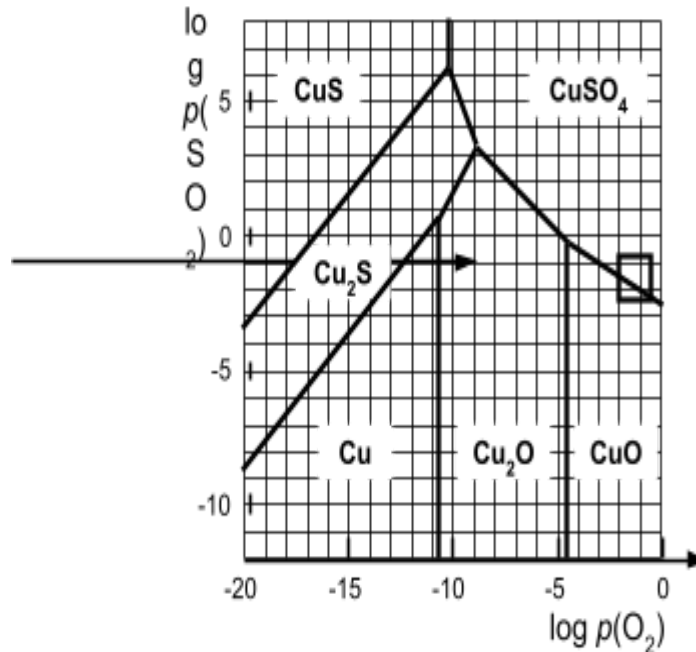

Figure c1
Ce diagramme doit être réalisé sur le document-réponse (2) fourni avec le sujet, et doit être rendu avec la copie. Pour faciliter sa construction, sont fournis (*figures c1 et c2*) les diagrammes similaires établis, également à 950 K, pour les systèmes Cu-O-S et Fe-O-S.
Sur le document-réponse (2), comme sur les *figures c1 et c2*, apparaît une zone hachurée qui correspond aux domaines de variation des pressions partielles de dioxygène et de dioxyde de soufre, telles qu'elles sont rencontrées dans les fours de grillage, soit plus précisément :